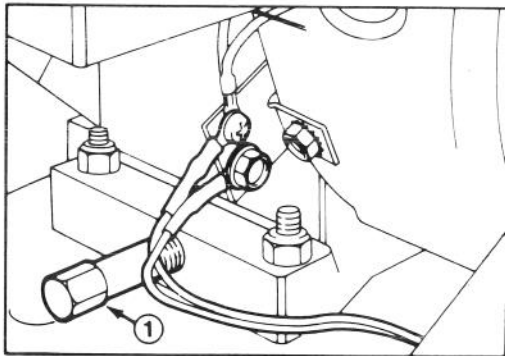

Abbildung 18
3. Die Umgebung des Ölablaßstopfens reinigen und die Ablasswanne unter den Ablassstutzen stellen. Dann den Ablassstopfen heraus schrauben (Abb. 18).